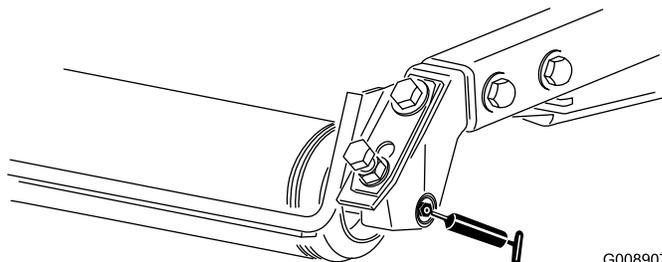

Figura 41
- Cuscinetti a rulli posteriori (2 per apparato di taglio) (Figura 41)